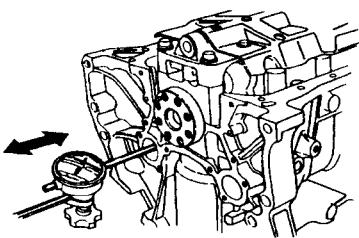

图 2-11 平衡轴轴向间隙的测量
③拆下螺栓和后平衡轴从动齿轮。
④拆下螺栓和轴承保持架，然后拆下前平衡轴和后平衡轴。
(2) 检查。在拆下右侧盖板和平衡轴齿轮外壳前，先检查平衡轴。
①用力将平衡轴推离百分表，将百分表测头顶住平衡轴前端，并将百分表调零，然后推回平衡轴，如图 2-11 所示。